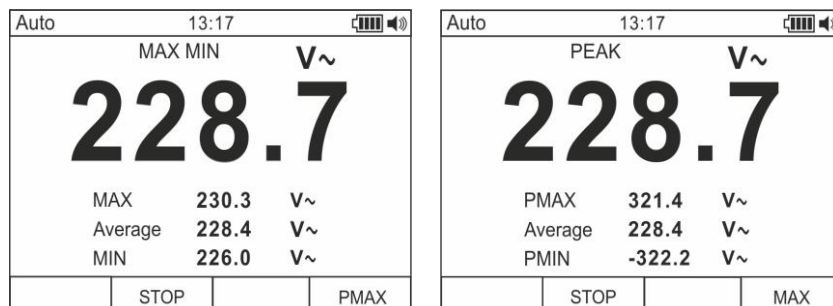

Fig. 7: Guardar os valores PEAK
5. Premir o botão **F4** para entrar na medição dos valores de Pico da grandeza em exame (ver Fig. 7 – parte direita). A mensagem “PEAK” aparece no display e os valores são atualizados com as mesmas modalidades da função MAX/MIN.